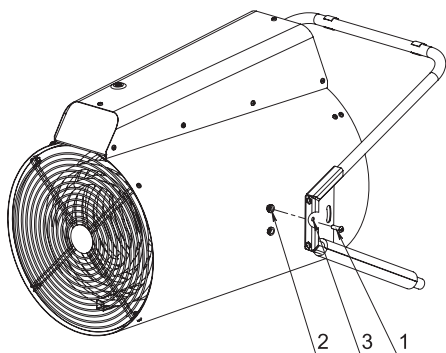

Рис. 2
Совместить отверстие в опоре (3) с верхней резьбовой гайкой (2) на корпусе и наживить винт М6х20 (2 шт.) (1) с обеих сторон тепловентилятора (Рис. 2)